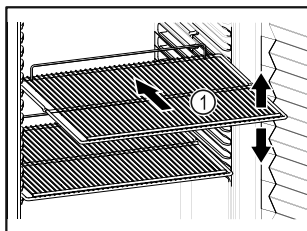

Fig. 56
- Jeśli ruszty do składowania Fig. 56 [1] są ruchome, należy je ustawić odpowiednio do wysokości.